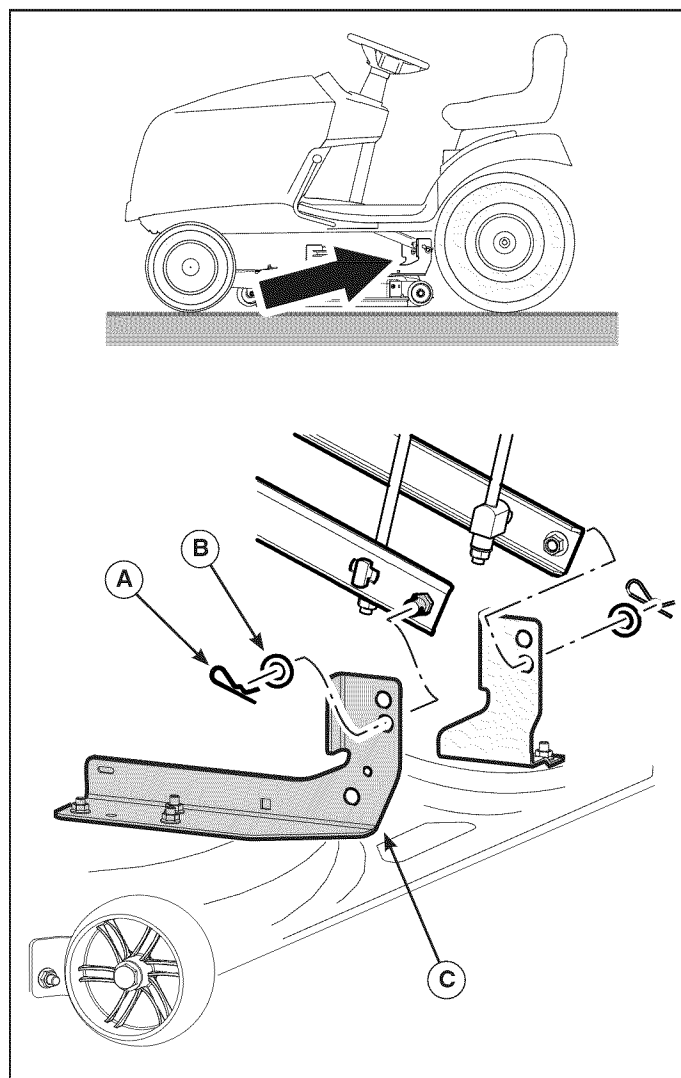

Figura 17
4. Retire los pasadore de horquilla (A, Figura 17) y las arandela (B) que sujetan los soporte del cortacésped (C) al bastidor del tractor. Repita en el otro lado.
4. Instale los pasadore de horquilla (A, Figura 17) y las arandela (B) que sujetan los soporte del cortacésped (C) al bastidor del tractor. Repita en el otro lado.